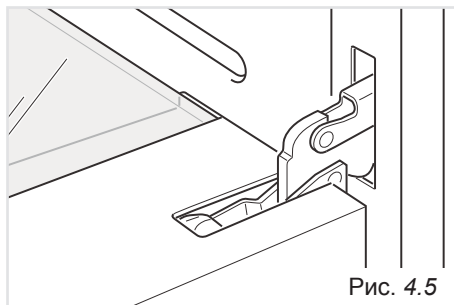

Рис. 4.5
- Полностью откройте дверцу духового шкафа (Рис. 4.5).